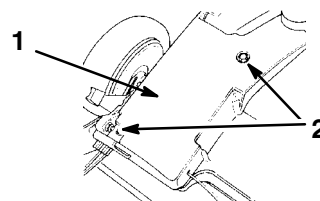

Figure 24
3. Déposer le carter de courroie après avoir retiré ses deux boulons de fixation (Fig. 24).
2. Retirer les deux boulons de fixation du carter de courroie au carter de tondeuse (Fig. 24).